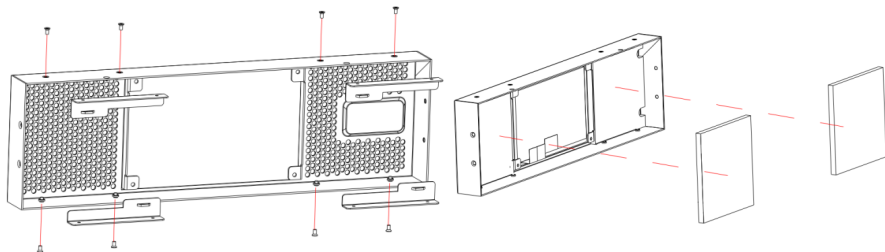

Рисунок 6.4. Замена пылевого фильтра
2. Открутить фиксирующие винты, удерживающие фиксаторы пылевых фильтров, заменить фильтрующие элементы (см. рис. 6.4), собрать и установить на место лицевую панель